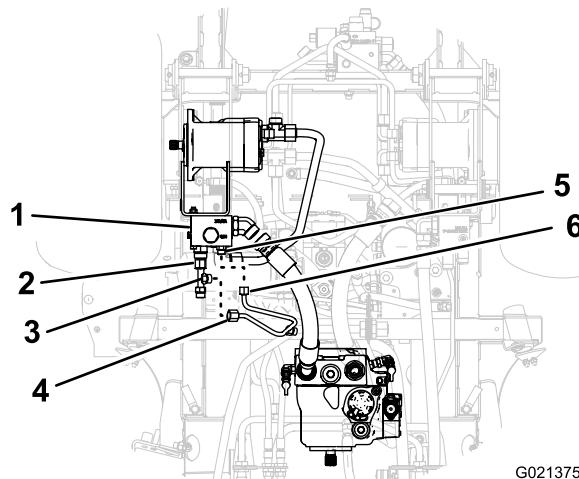

Figura 11
1. Alinhe a porca do tubo dianteiro para o colector do tubo com o adaptador de verificação localizado na porta CH1 do divisor de fluxo (Figura 11).
2. Alinhe a porca do tubo traseiro para o colector do tubo com o encaixe roscado de 90° do encaixe em T (Figura 11).
3. Enrosque as porcas do tubo do colector do tubo no adaptador de verificação e no encaixe em T (Figura 11).